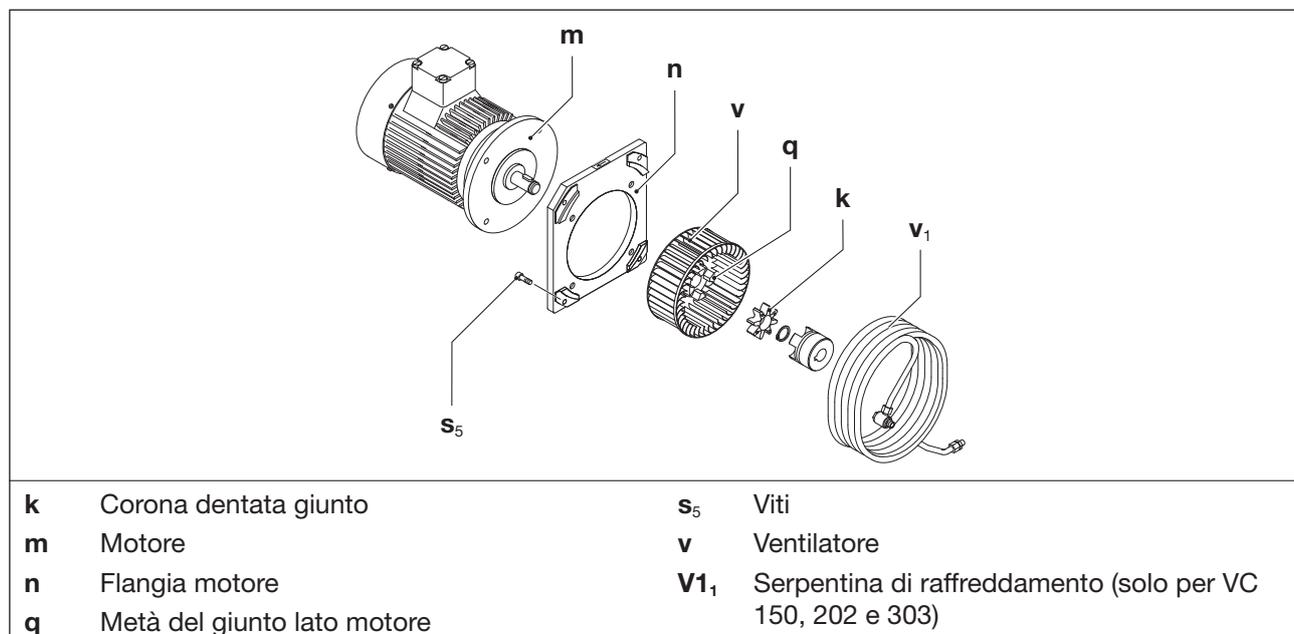

Fig. 9 Giunto
La corona dentata del giunto (Fig. 9/k) è soggetta a usura e deve essere controllata regolarmente (almeno 1 x anno), pulendo anche sempre la serpentina di raffreddamento (Fig. 9/v1) soffiandola.
- c) Allentare le viti (Fig. 9/s5) della flangia motore (Fig. 9/n).
- d) Rimuovere il motore e la metà del giunto lato motore (Fig. 9/q1) dalla flangia (Fig. 9/n) in senso assiale e sollevarlo con sollevatore.
- e) Controllare che la corona dentata (Fig. 9/k) non sia danneggiata e non sia usurata e, se necessario, sostituirla.
- f) Anche il ventilatore (Fig. 9/v) deve essere periodicamente controllato in relazione a danneggiamenti ed essere ev. sostituito.
- h) Far scorrere la corona dentata e il motore con la metà del giunto lato motore in senso assiale e fissarla alla flangia del motore (Fig. 9/s5) con le viti (Fig. 9/n). Coppia: M10=50 Nm; M12=90 Nm